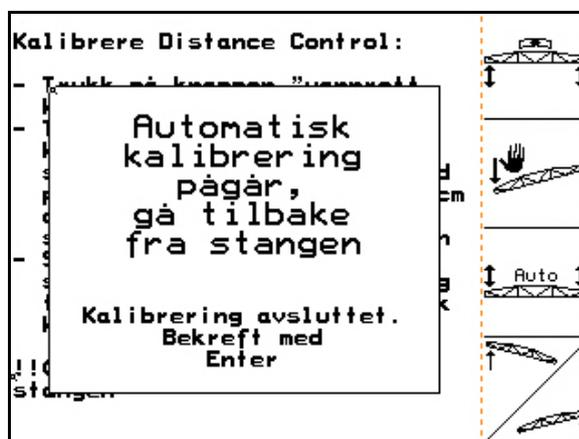

Fig. 33
- Datamaskinen signaliserer når den automatiske kalibreringen er fullført (Fig. 33).